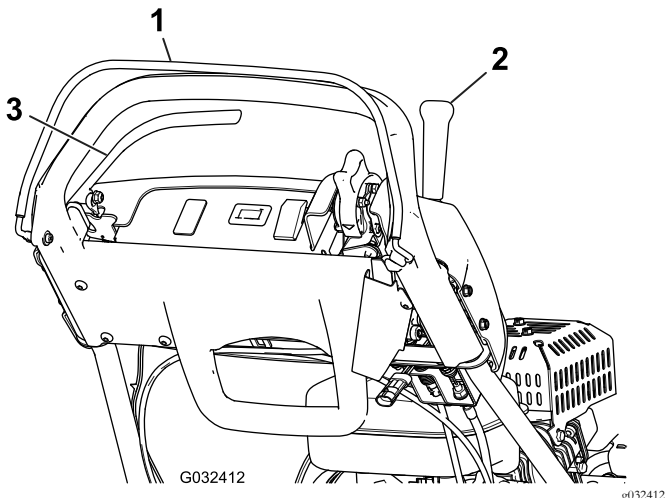

图31
3. 放开操作员到位控制装置后尝试接合牵引杆图31。牵引杆应该不能接合。如果牵引杆能够接合则需要对联锁系统进行维修。请在操作之前解决问题请参阅 维护牵引联锁开关 \(页码 26\)。
4. 压下操作员到位控制装置并接合牵引杆然后松开操作员到位控制装置图31。牵引杆应脱离。如果牵引杆不能分离则需要对联锁系统进行维修。请在操作之前解决问题请参阅 维护牵引联锁开关 \(页码 26\)。
5. 压下操作员到位控制装置并将换挡控制杆移至左侧接合牵引和滚刀驱动装置然后松开操作员到位控制装置图31。牵引杆应脱离。如果牵引杆不能分离则需要对联锁系统进行维修。请在操作机器之前纠正该问题请参阅 维护牵引联锁开关 \(页码 26\)或 调整滚刀控制装置 \(页码 29\)。
6. 压下操作员到位控制装置并将换挡控制杆移至左侧接合牵引和滚刀驱动装置将换挡控制杆移至右侧分离滚刀驱动装置图31。滚刀驱动装置应分离。如果滚刀驱动不能分离则需要对联锁系统进行维修。请在操作之前解决问题请参阅 调整滚刀控制装置 \(页码 29\)。
2. 压下操作员到位控制装置接合牵引杆并使发动机控制装置处于启动位置图31。尝试启动发动机。发动机不应启动。如果发动机启动则需要对联锁开关进行维修。请在操作之前解决问题。请参阅 维护牵引联锁开关 \(页码 26\)。
2. 分离牵引杆接合刹车并使发动机控制装置处于启动位置图31尝试启动发动机。发动机应启动。如果发动机没有启动则需要对联锁开关进行维修。请在操作机器之前纠正该问题请参阅 (页码)。
3. 发动机运行时接合脚踏刹车而非手刹压下操作员到位控制装置并接合牵引杆图31。发动机应慢慢减速但不应该熄火。如果发动机快速关闭则需要对联锁开关进行维修。请在操作机器之前纠正该问题请参阅 (页码)。
4. 发动机运行时接合手刹锁定装置按下操作员到位控制装置并接合牵引杆图31。发动机应关闭。如果发动机没有关闭则需要对联锁开关进行维修。请在操作之前解决问题请参阅 (页码)。